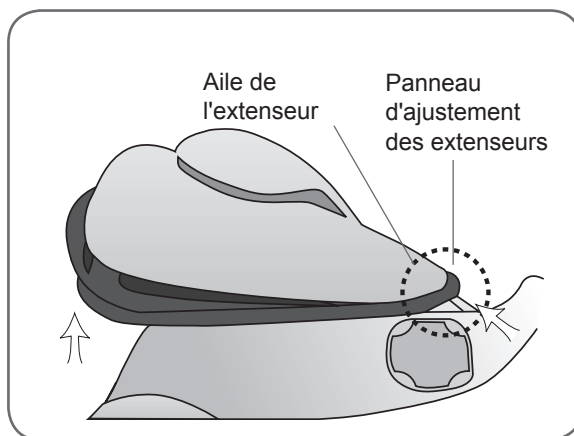

Figure 6-17 : Placement du panneau d'ajustement des extenseurs.
2. Avec l'aile de l'orthèse en position ouverte, alignez l'extrémité étroite du panneau d'ajustement des extenseurs avec l'extrémité étroite de l'aile des extenseurs. Reportez-vous à la Figure 6-17. Vérifiez que la lèvre du panneau d'ajustement est à l'extérieur de l'aile.